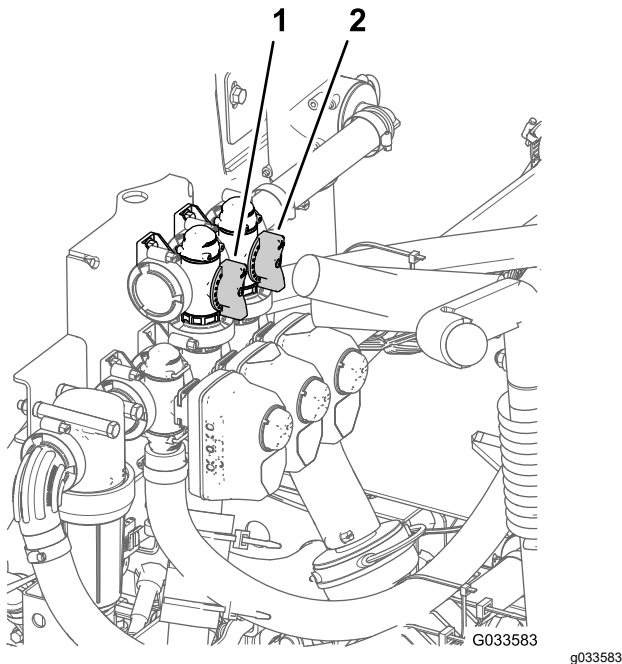

Figura 87
11. Ajuste la válvula de desvío de agitación (Figura 87), situada en la parte trasera de la válvula de agitación, hasta que la presión marcada en el manómetro sea de 6.9 bar (100 psi).
8. Ajuste la palanca de la válvula maestra de desvío para controlar la cantidad de agitación en el depósito (Figura 87).